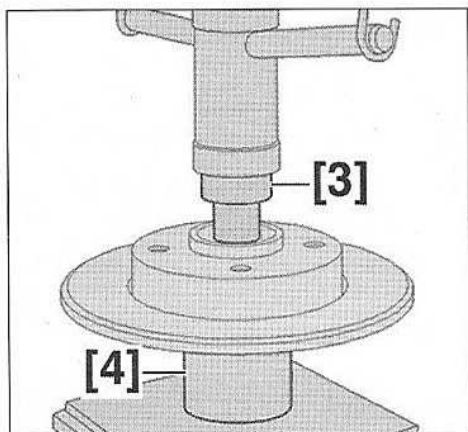

FIG.57
- Mettre en place les outils [3] et [4] et extraire le roulement à l'aide d'une presse (Fig.57).